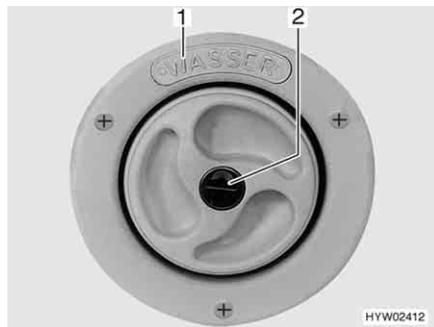
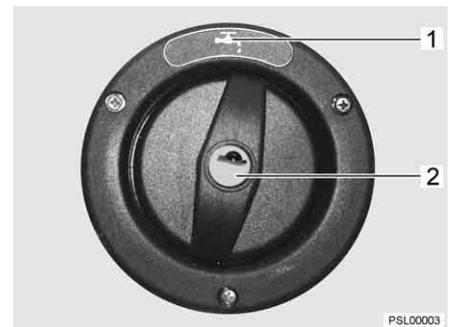

Fig. 163 Bocchettone di riempimento dell'acqua potabile
Fig. 164 Bocchettone di riempimento dell'acqua potabile (alternativa)
Il bocchettone di riempimento dell'acqua potabile è contraddistinto dalla scritta "WASSER" (acqua) (Fig. 163,1) o con il simbolo "W" (Fig. 164,1). Il coperchio viene aperto e chiuso con la chiave per le serrature degli sportelli esterni. Il serbatoio dell'acqua si trova nella dinette.
- Aprire il bocchettone di riempimento dell'acqua potabile (Fig. 163 o Fig. 164) (vedi capitolo 6).